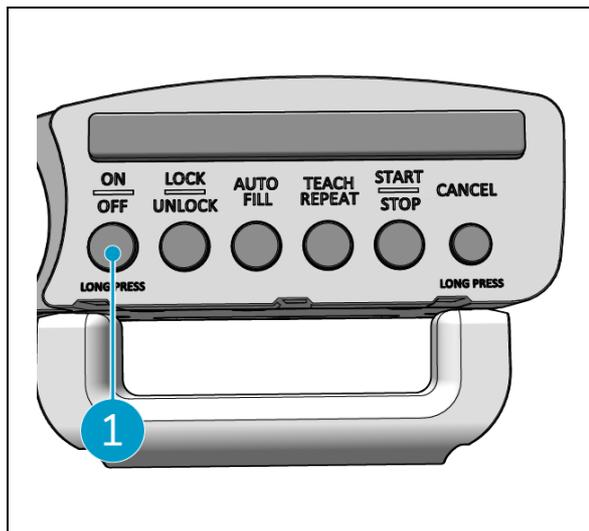

Figura 44
2. Tenere premuto il pulsante ON/OFF (Figura 44, pos. 1) sul controller dell'impugnatura. Il pulsante lampeggia una volta in rosso e le luci sul controller dell'impugnatura si spengono.